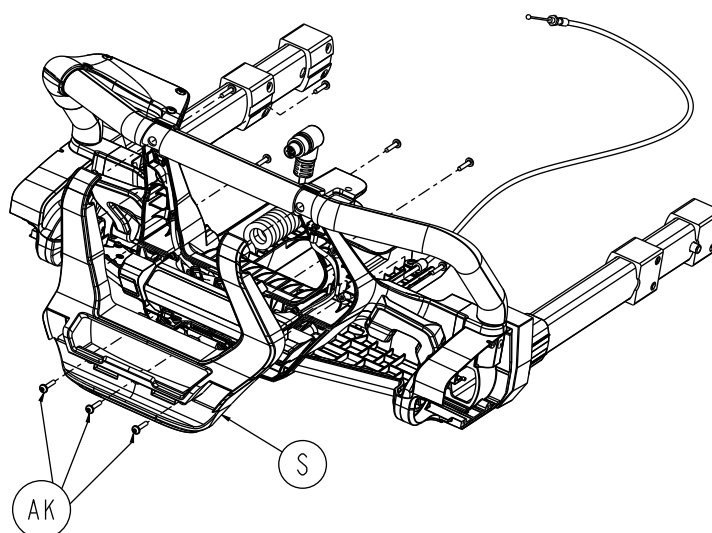

Figure 27 –
19. À l'aide d'une clé Torx T20, retirer les trois vis de taraudage à tête ronde à embase (AK) du boîtier du côté pieds (S) (Figure 27). Retirer le boîtier du côté pieds avant. Conserver toutes les pièces.